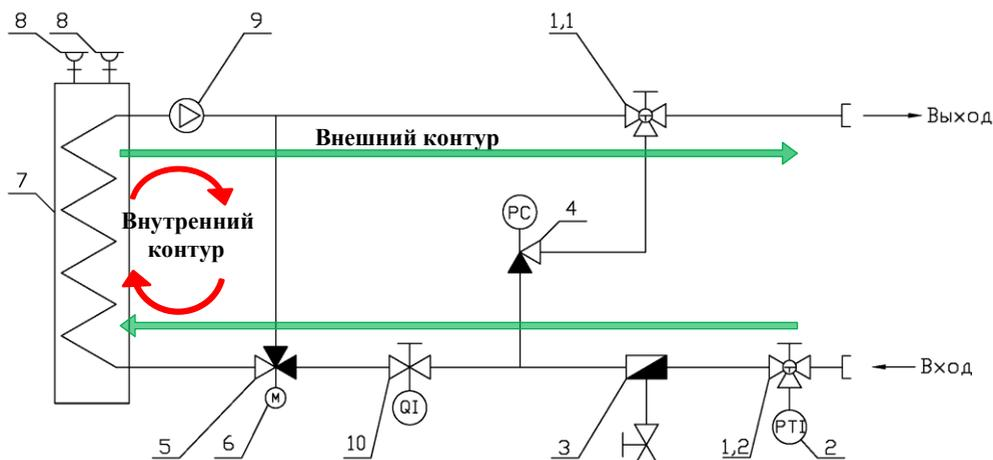

Рис. 3
- подключить установку к системе отопления трубами (сгонами) G3/4” с применением уплотнительных средств в соответствии со схемой (Рис. 3). Стрелками указано место подключения канала входа и выхода теплоносителя.
- постоянное свечение индикатора зеленого цвета – подводящая магистраль полностью открыта (теплоноситель из магистрали идет через теплообменник – внешний контур, см. Рис. 3);
- постоянное свечение индикатора красного цвета – весь теплоноситель циркулирует по внутреннему контуру, см. Рис. 3;
В некоторых случаях в процессе эксплуатации может возникнуть необходимость промыть и очистить фильтр сетчатый со сливным краном (Поз. 17 Рис. 1, Поз. 3 Рис. 3).